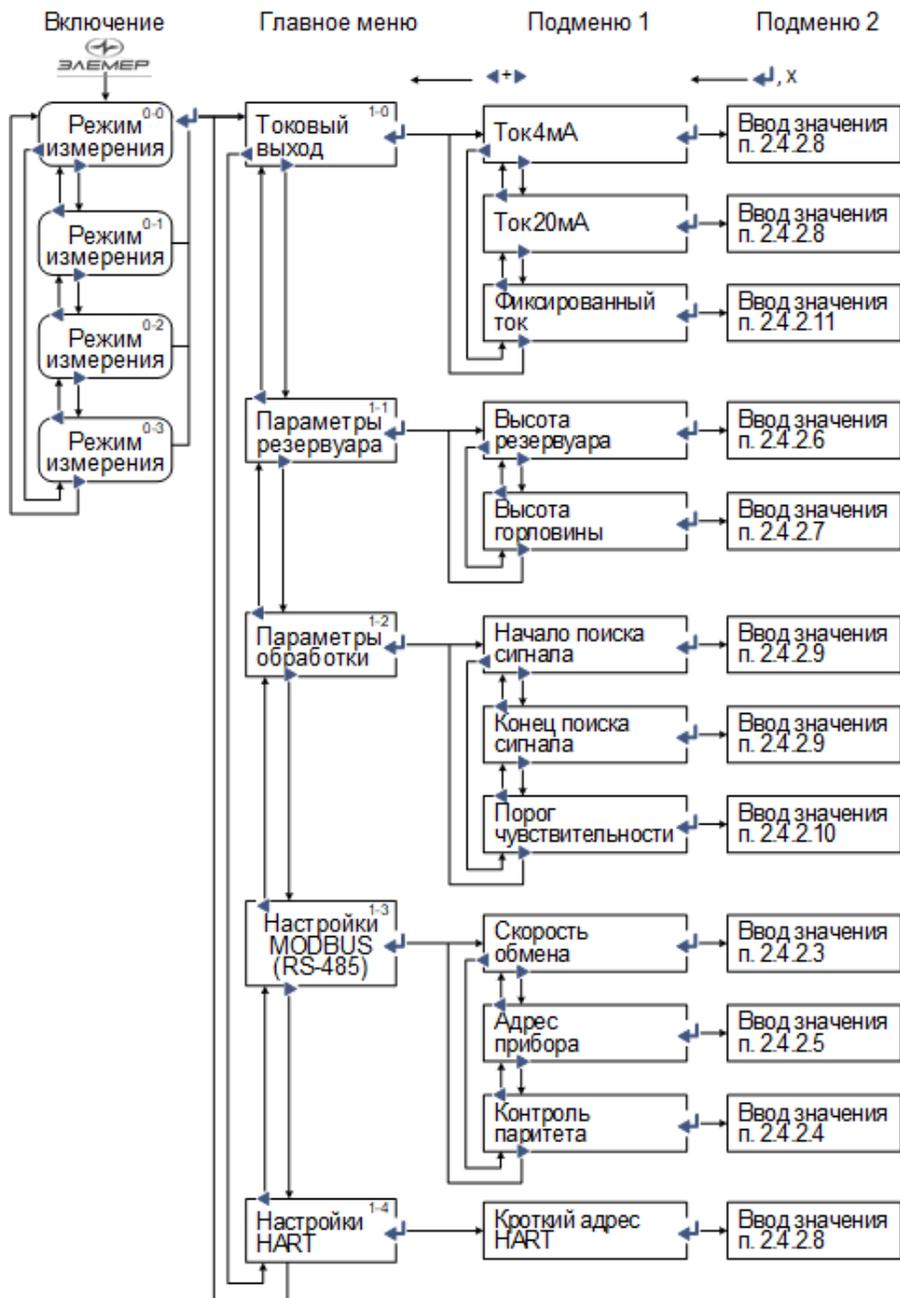

Рисунок 2.6 – Меню УР-31 (исполнение с индикатором)
2.5.2.1 Вход в меню выполняется нажатием кнопки «». На индикаторе УР-31 появится сообщение «Для доступа введите пароль» – запрос на ввод пароля (если был установлен пароль на редактирование параметров). Через 3 с или сразу после нажатия кнопки «» на индикаторе появляется окно ввода пароля (рисунок 2.6). Ввод пароля осуществляется в соответствии с п. 2.5.2.3.